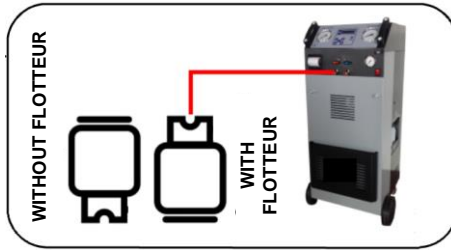

Figure 4
- Connecter l'extérieur de la bouteille de gaz à la station par l'intermédiaire du tuyau à haute pression (**ROUGE**), en tenant compte de la présence ou de l'absence du flotteur afin d'établir l'orientation de la bouteille elle-même (comme représenté sur la figure 4).